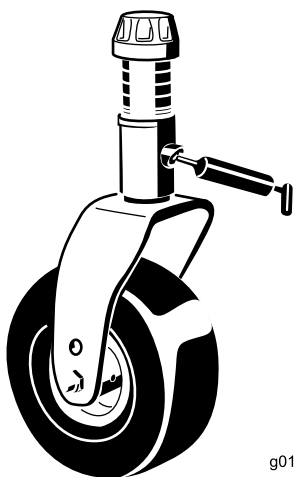

Figura 15
- Buce arbore furcă rolă (4) (Figura 15).